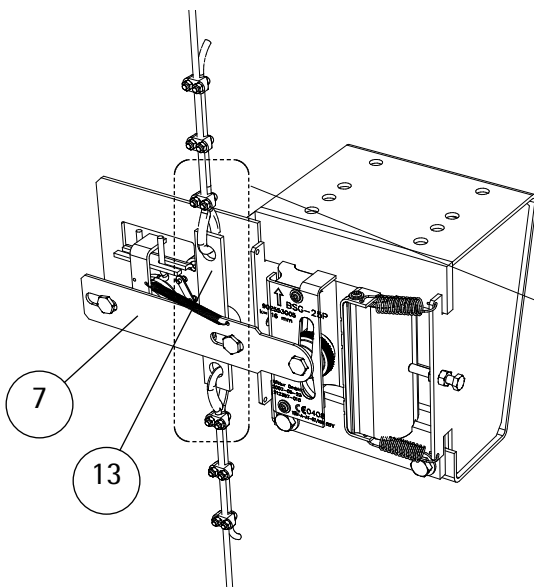

Abb. 3:
Das Befestigen erfolgt über eine Einrückklasche (13) (max. Blechstärke 5mm) am Bolzen (M10, siehe Pfeil) des Einrückhebels (7) (siehe Abb.3).